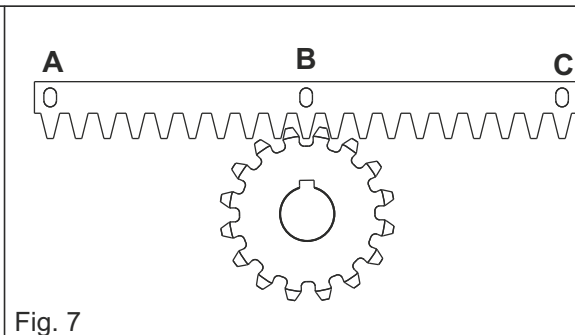
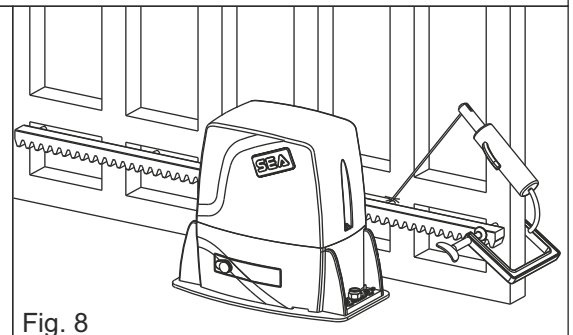

Fig. 7
Fig. 8
- 5.3.** Colocar el elemento de cremallera sobre el piñón dentado del operador, en paralelo a la guía al suelo; posicionarlo como en la Fig. 7 y soldar eléctricamente el trinquete central **B** en la estructura de la cancela (Fig. 8). Mover manualmente la cancela hasta que el trinquete **C** corresponda con el piñón, luego soldar eléctricamente; la misma operación para el trinquete **A** después de haberlo puesto en correspondencia con el piñón;